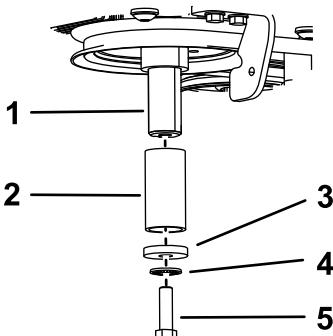

Figura 96
- C. Aplique compuesto antigripante al cigüeñal, y luego instale el perno, la arandela, la arandela de muelle y un espaciador (Pieza Toro Nº 136-5411) en el eje (Figura 96).